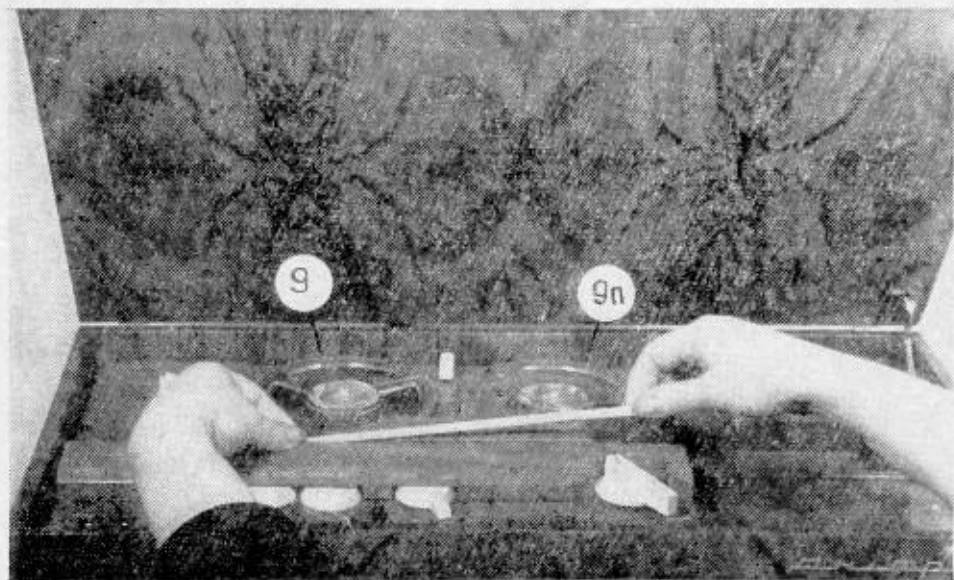

Рис. 5.
#### Зарядка ленты (рис. 5)
39. Установите на левый диск 9 катушку с лентой так, чтобы свободный конец ленты находился слева (если потянуть за ленту, то катушка должна вращаться против часовой стрелки). На правый диск 9п установите пустую катушку. Опустите ленту в щель крышки головок и конец ее введите в замок правой катушки. Придерживая конец ленты, рукой проверните правую катушку на один-два оборота против часовой стрелки, наматывая на нее ленту. Вложите ленту в щель (рис. 5).